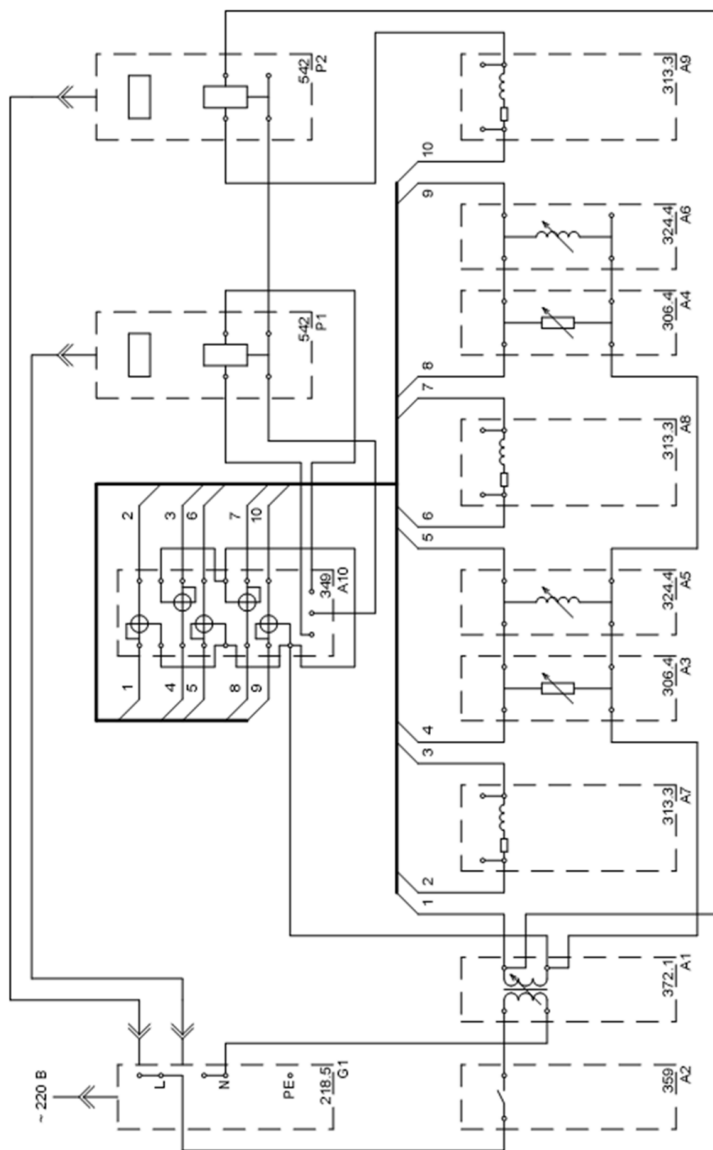

Рис. 3.2. Схема для измерения параметров установившегося режима работы фазы электрической сети с двусторонним питанием [7, с. 3]
3. Соедините аппаратуру в соответствии со схемой электрических соединений, приведенной на рис. 3.2.